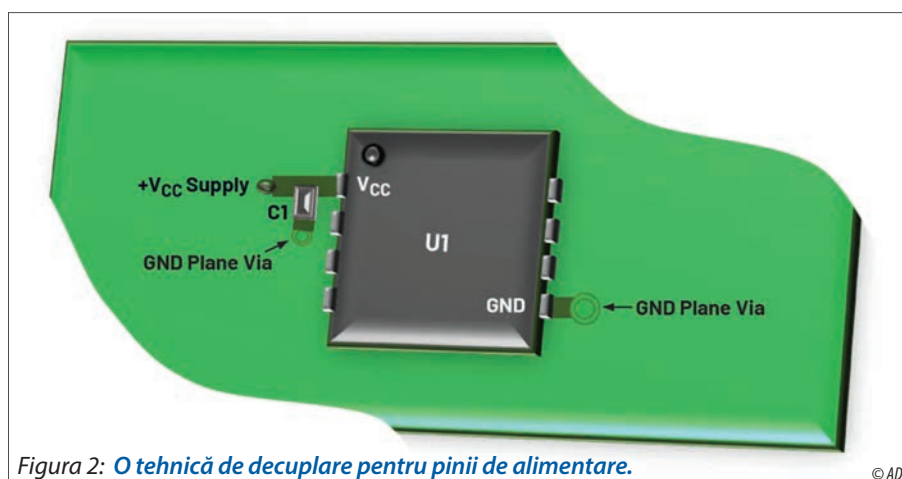

Figura 2: O tehnică de decuplare pentru pinii de alimentare.
- Pentru o implementare mai ușoară, capacitorele de decuplare pot fi conectate printr-o conexiune de tip T la planul de masă, prin vias în apropierea pinului GND al componentei, mai degrabă decât prin crearea unui traseu. (vedeți figura 2).